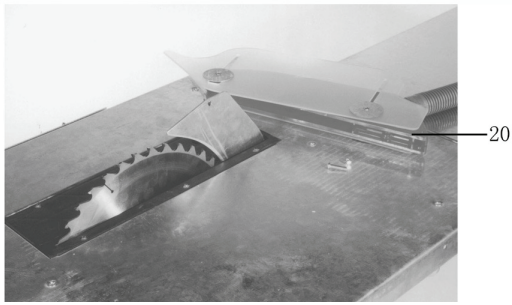

Fig. 24
- Desserrez les vis et démontez la pièce 20 (voir fig. 24).